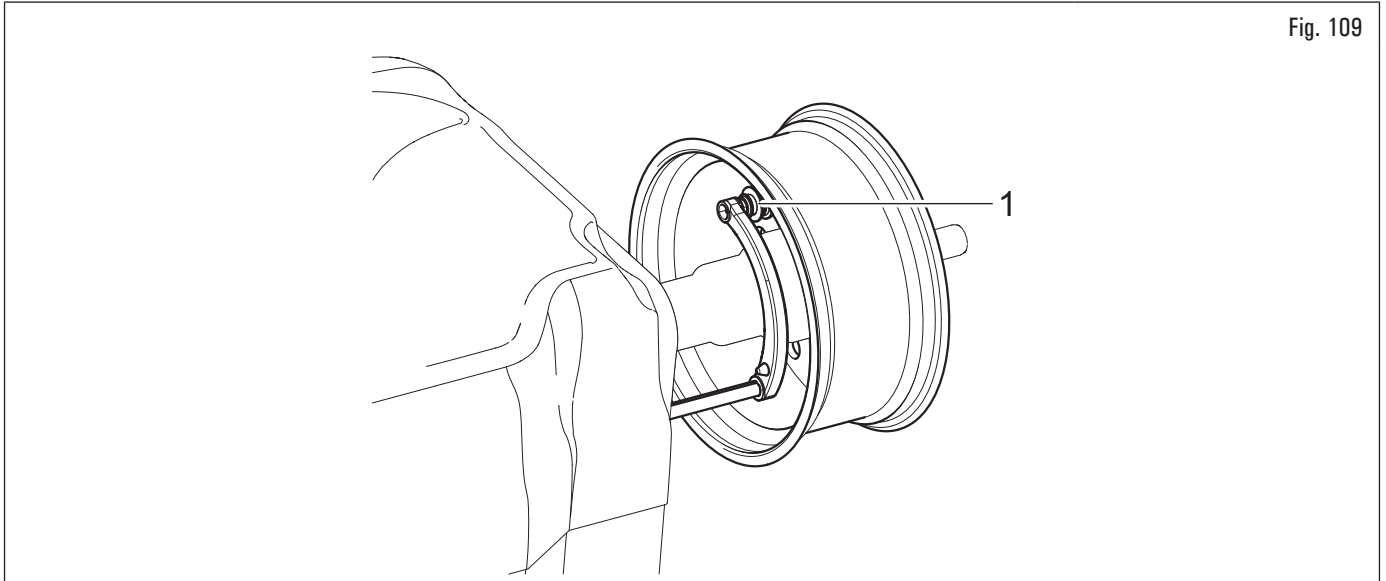

Fig. 109
3. positionner la pince de la pince distance-diamètre (Fig. 109 réf. 1) à contact avec la jante.